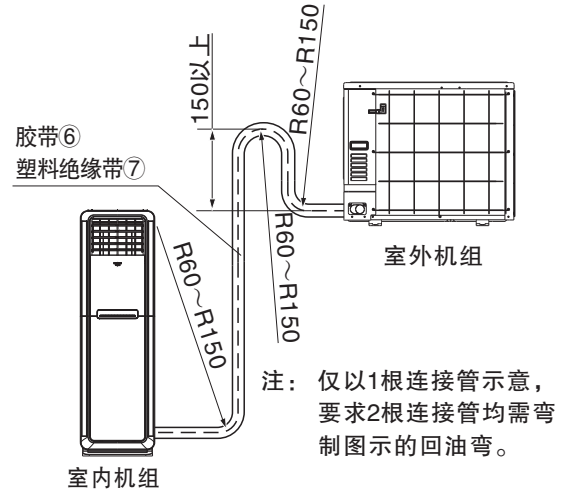

图8
- 注：(1) KFR-72LW/BpM所配连接管②、③长度为5米，KFR-61LW/BpE、KFR-53LW/BpH、KFR-53LW/BpJ所配连接管②、③长度为4米。允许连接管最大长度为15米，延长配管不需要追加制冷剂，每增加连接管长度1米，机组的能力将有所下降。
- (2) 安装时如必须加长连接管，请按表(1)要求连接。
- (3) 室内、外机高度差必须小于5米。
- (4) 当室外机比室内机高时，必须将铜管弯制“回油弯”如图8。